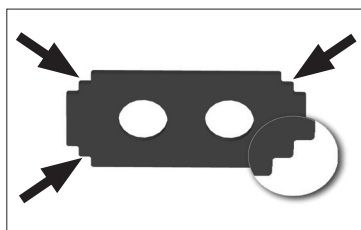
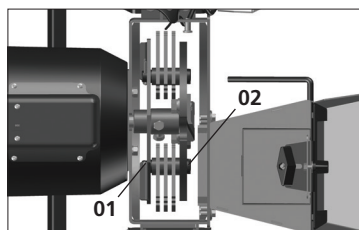

Fig. 23
Fig. 24
Os martelos móveis dos trituradores possuem 4 faces dentadas utilizáveis [Fig. 23]. Troque a posição de uso sempre que notar desgaste, e substitua os martelos quando as 4 faces estiverem desgastadas. Para inverter o lado de uso, retire os contrapinos dos eixos (1) e saque os eixos (2) pelo funil de produtos verdes nos modelos TRE30, TRE40MA, TR40 e TRE40 ou pela tampa de fechamento (modelo TR50). Feito isso, troque o lado de uso dos martelos [Fig. 24]. Sempre que remover algum dos contrapinos (1), não reutilizá-los, substitua por novos contrapinos, para evitar acidentes.